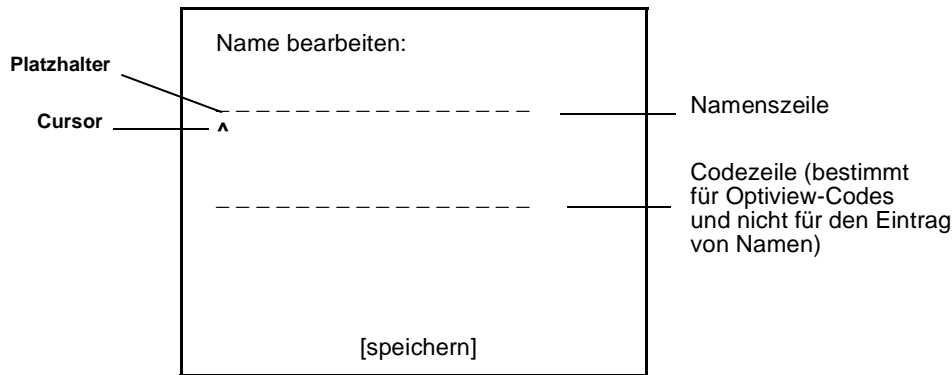

Abb. 3-1 Namensfeld
4. Im Namensfeld stehen Ihnen 16 Stellen zur Verfügung, um dem Meßwert einen Namen zu geben. Mögliche Werte für jede Stelle sind: **0** bis **9**, **A** bis **Z** (nur Großbuchstaben) und Leerstellen. Siehe Abb. 3-1.